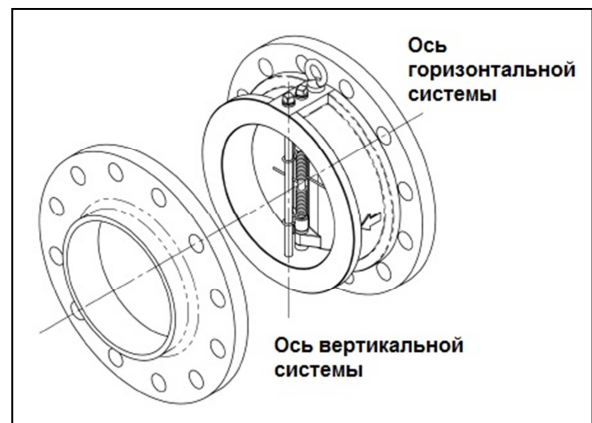

Рисунок 2
- В случае монтажа горизонтальной системы, ось клапана соединения дисков должна располагаться вертикально (Рис. 2).